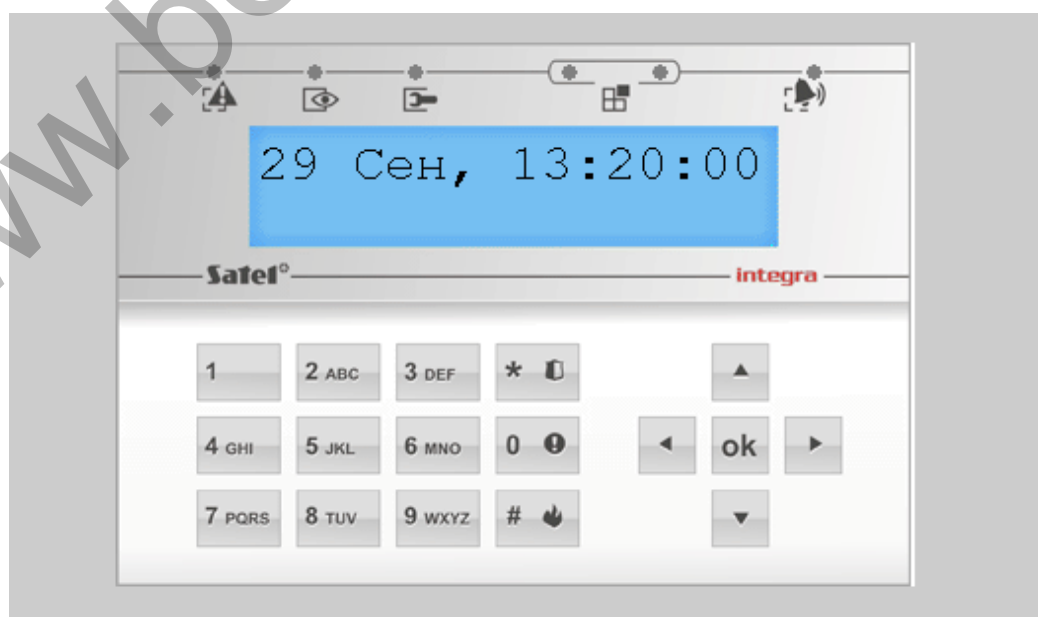

Рис. 20. Интернет-браузер: виртуальная клавиатура.
5. В интернет-браузере будет отображена виртуальная клавиатура (рис. 20).